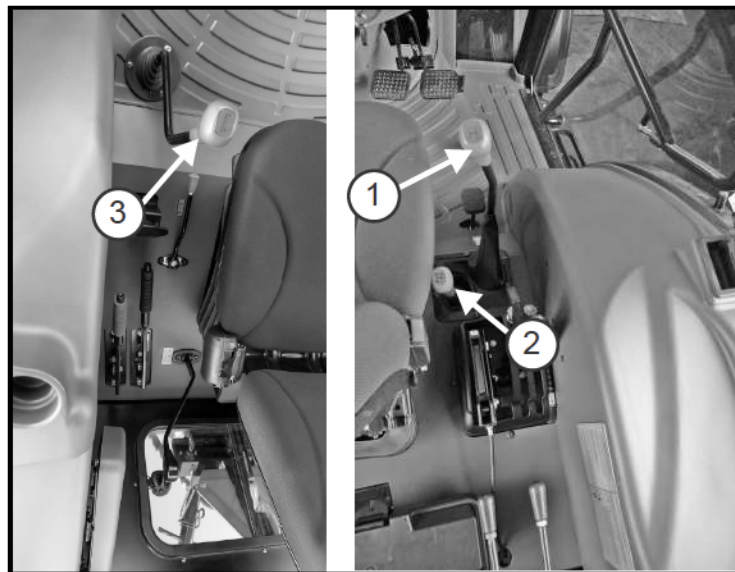

Рис. 4-4
4.12 Механическая коробка передач. Переключатель диапазона и скоростей (Рис. 4-4)